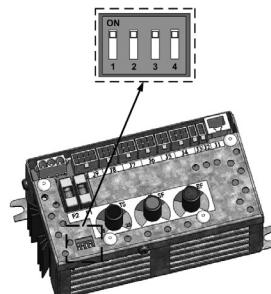

Рис. 3.7
**Примечание:** Для того чтобы эта функция работала, т.е. для остановки вентилятора вытяжного воздуха в режиме «OVR», переключатель № 4, находящийся на коробке автоматики, необходимо переключить в положение «ON» (см. Рис. 3.7)
С помощью находящихся на коробке автоматики переключателей (рис. 3.7) можно подбирать тип теплоутилизатора, нагревателя и вентилятора, а также режим функции «OVR». Настройки применяются только после перезагрузки напряжения питания.